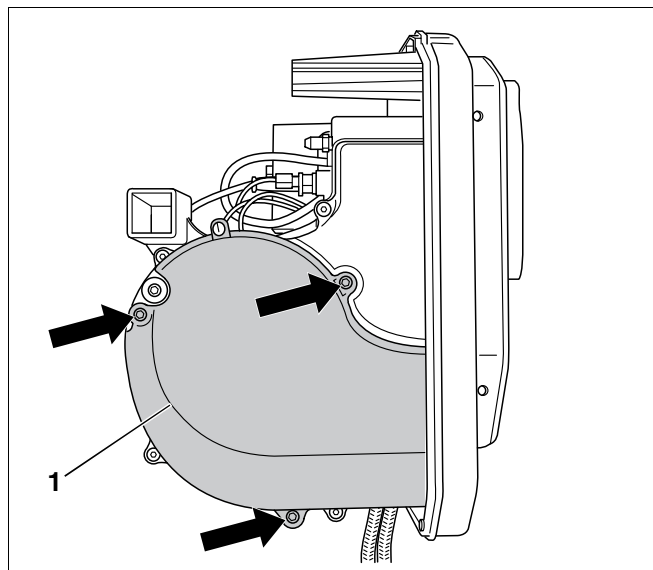
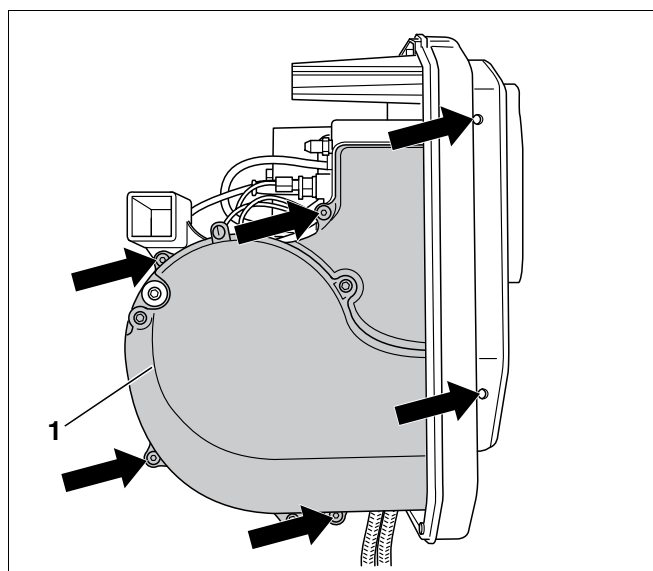

Fig. 42 Démontez le piège à son de l'aspiration sur les modèles de brûleur 34 à 70
Fig. 43 Démontez la turbine du couvercle du ventilateur
Démontez le piège à son de l'aspiration (fig. 42, **pos. 1**) avant de détacher le couvercle de la turbine.
- Desserrer les vis de fixation (fig. 42, flèches) et retirer le piège à son (fig. 42, **pos. 1**).
Les positions des six vis de fixation du couvercle de la turbine du ventilateur sont illustrées par des flèches dans la figure 43.
- Refixer le couvercle de la turbine (fig. 43, **pos. 1**, page 37) et le piège à son de l'aspiration (fig. 42, **pos. 1**, page 37).